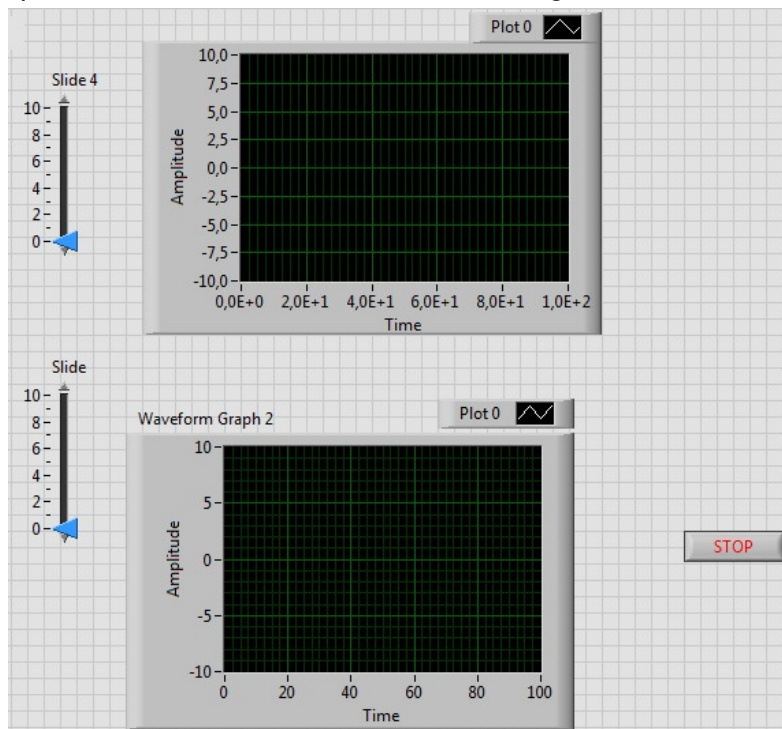

Figura 6 – Cursores no painel para indicação de amplitude e frequência.
8. Adicione dois cursores no painel frontal, para comandar as frequências e amplitudes dos sinais. No painel frontal seleccione a paleta *Control*, sub paleta *Classic, Numeric*, escolha o bloco *Vertical Pointer Slide* e o arraste para o interior do painel frontal, conforme indicado na Figura 6.